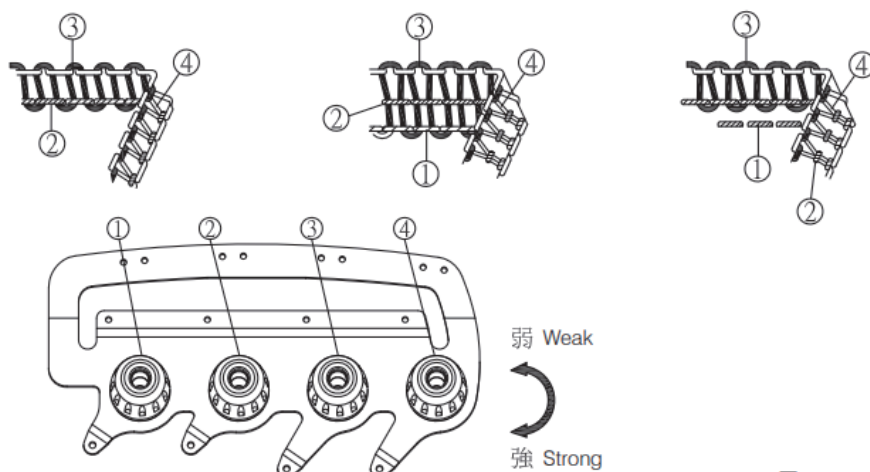

Рис.14
1. Ручки регулировки натяжения нити. (Рис.14)